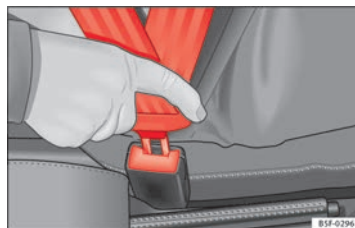

Fig. 12 Cierre y lengüeta del cinturón de seguridad.
- Introduzca la lengüeta en el cierre del asiento correspondiente hasta que se encastre de un modo audible ⇒ fig. 12.